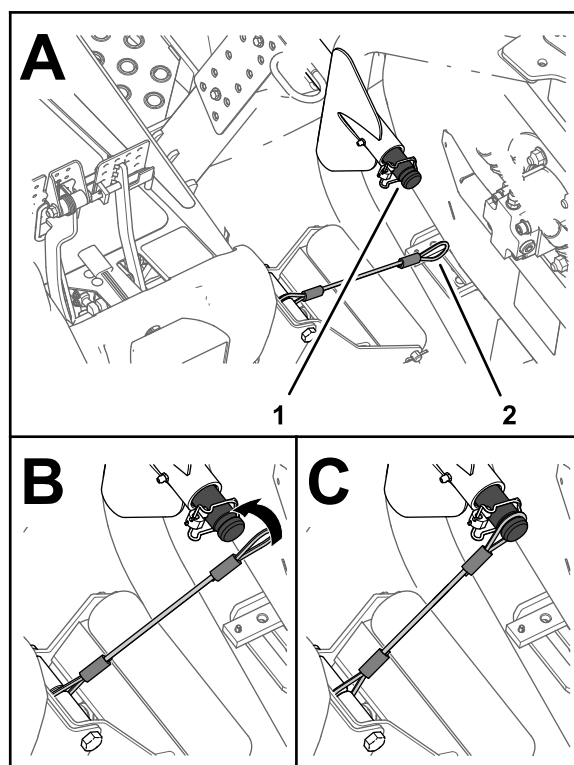

Figura 40
5. Aliniați curea cu arborele de transport al braului de ridicare pentru unitatea de tăiere exterioară din față (Figura 40).
6. Glisați buclii curelei peste arborii de transport până când curea este complet așezată în adâncitura din arbore (Figura 40).